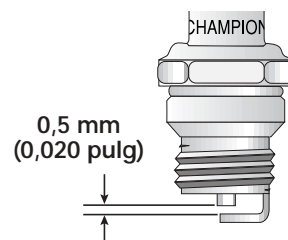

Fig. 31
3. Cambie las bujías que estén rajadas, sucias o deterioradas. Fije la separación de aire a **0,5 mm (0,020 pulgadas)** utilizando un calibrador (Fig. 31).